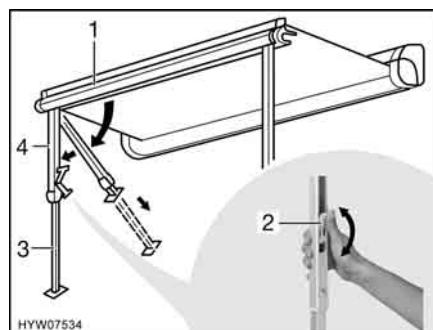

Fig. 26 Installazione dei montanti di supporto
- Rimuovere i montanti di supporto (Fig. 26,4) dal listello anteriore (Fig. 26,1) esercitando una leggera pressione verso l'esterno, quindi ribaltarli e collorcarli.
- Aprire il bloccaggio sui montanti di supporto. A tal fine ripiegare la leva di serraggio (Fig. 26,2) verso l'alto.
- Estrarre la parte inferiore dei montanti di supporto (Fig. 26,3) fino alla lunghezza desiderata.
- Chiudere il bloccaggio presente sui montanti di supporto. A tale scopo, spingere la leva di serraggio (Fig. 26,2) verso l'alto.